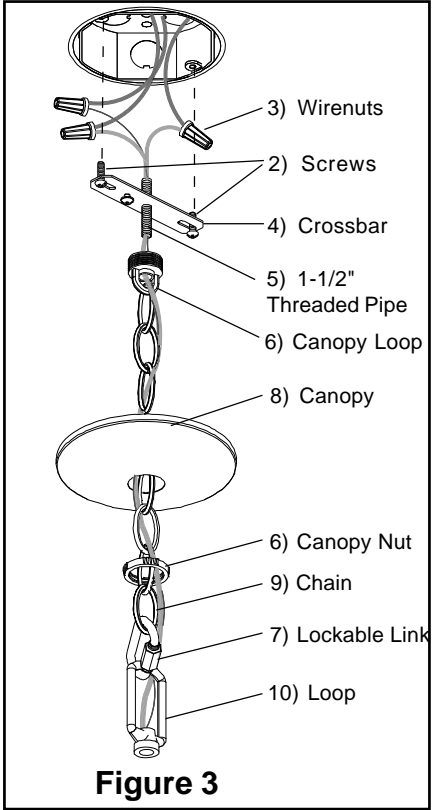

Figure 3
6. **Assemble mounting hardware:** Thread Threaded Pipe (5) **about 1/2" into center hole of Crossbar (4)**. Hold short end of Threaded Pipe and place Canopy (8) over opposite end (Note: Crossbar will be inside of canopy). Thread Canopy Loop/Nut (6), attached to end of chain, onto end of Threaded Pipe. **See Fig. 3.**
7. **To determine desired length of chain** use Lockable Link (7) and hook Chain temporarily to Loop (10). Hold fixture up to ceiling to determine desired length of Chain and remove links if needed. *Note: Use pliers to remove links to adjust Chain to desired length or call Technical Support to purchase additional chain.* Attach end link of Chain (9) to Loop (10) with Lockable Link (7). Route the ground & fixture supply wires through every fourth link of chain and through center of 1-1/2" Threaded Pipe (5) in Crossbar. Trim ground & fixture supply wires to extend approximately 6" beyond Threaded Pipe and strip 1/2" insulation from ends of wires. **See Fig. 3.**
8. **Take fixture assembly by the Chain**, loosen Canopy Nut completely and slide Canopy down. Have one person help to support fixture while **mounting Crossbar (4) to junction box** with two 1-1/2" Screws (2). **See Fig. 3.**
10. **Use Wirenuts (3)** to connect brown or clear fixture wire to the black power supply wire and brown or clear ribbed fixture wire to the white power supply wire. **See Fig. 3.**
6. **Ensamble el herraje de montaje:** Rosque el Tubo Roscado (5) **alrededor de 1/2" en agujero de centro de la Barra Transversal (4)**. Sostenga el extremo corto del Tubo Roscado y coloque el Espaciador de Sobrecielo (8) sobre el extremo opuesto (*Nota: La Barra Transversal estará dentro del Espaciador de Sobrecielo*). Rosque la Tuerca de Lazo del Espaciador de Sobrecielo (6), la cual esta sujeta al extremo de la cadena, al extremo del Tubo Roscado. **Vea Fig. 3.**
8. **Agarre el ensamblaje del luminario por la Cadena**, suelte la Tuerca del Espaciador de Sobrecielo totalmente y deslice el Espaciador hacia abajo. Haga que una persona ayude a sostener el luminario mientras este **montando la Barra Transversal (4) a la caja de ensambladura** con dos Tornillos de 1-1/2" (2). **Vea Fig. 3.**
10. **Use Capuchones de Alambres (3)** para conectar el alambre marrón o transparente del luminario al alambre de suministro de energía negro y el alambre del luminario acanalado marrón o transparente al alambre de suministro de electricidad blanco. **Vea Fig. 3.**